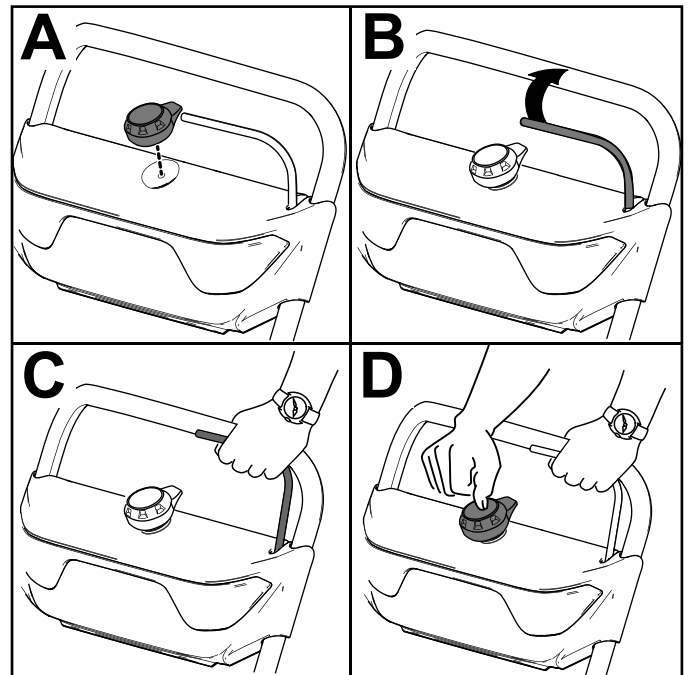

Figure 11
2. Insérez le bouton de démarrage électrique dans le démarreur électrique (A de Figure 11).
3. Serrez et maintenez la barre contre le guidon (B et C de Figure 11).
4. Appuyez sur le bouton de démarrage électrique jusqu'à ce que le moteur démarre (D de Figure 11).